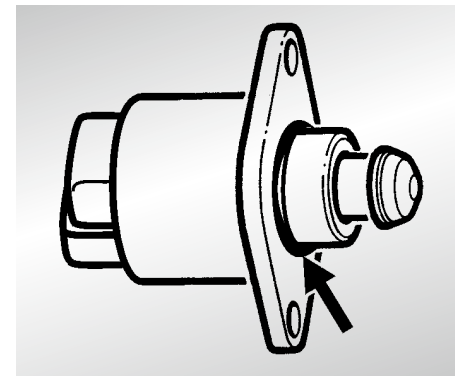

Abb. 1: Schrittmotor mit O-Ring (Pfeil)
Für o.g. Fahrzeuge wurde das Produktprogramm um den Schrittmotor, Abb. 1, ergänzt.
gemäß Abb. 1, einschließlich O-Ring (Pfeil).
- Auf korrekten Sitz des O-Ringes (Pfeil), Abb. 1 achten.